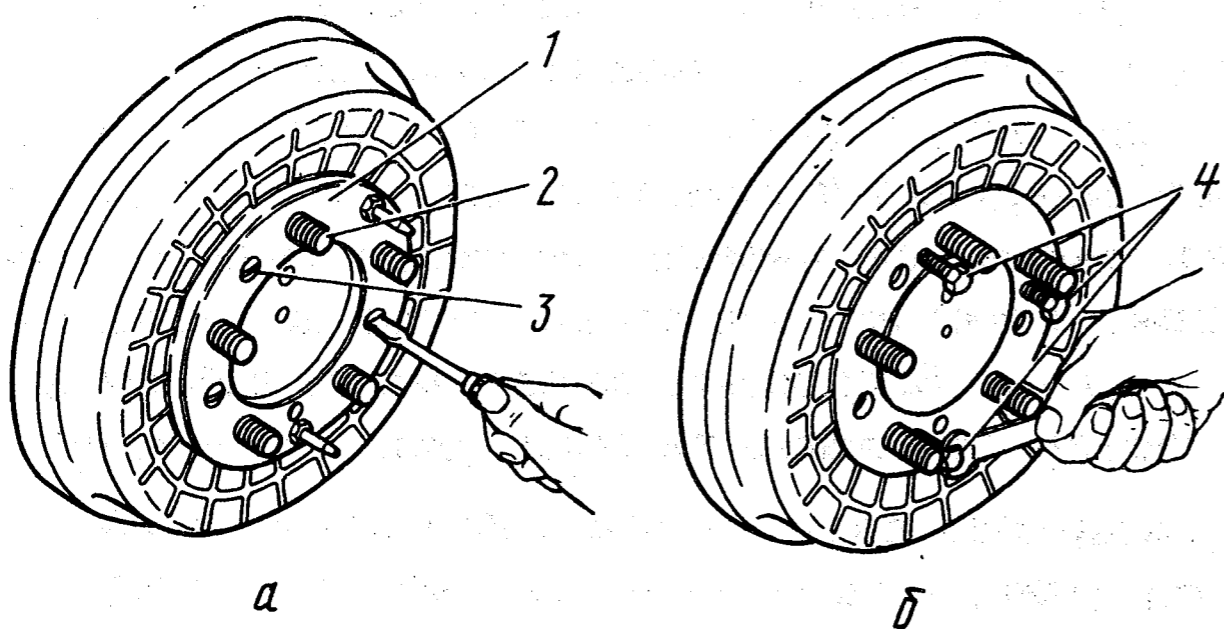

Рис. 187. Снятие тормозного барабана с полуоси:
6. Выверните три винта 3 (рис. 187) и снимите проставку и барабан с фланца полуоси. Если барабан сидит туго, то вверните в резьбовые отверстия три болта М8 и, поочередно вращая их, снимите барабан. При значительном износе барабана, когда на рабочей поверхности его образовался буртик, для облегчения снятия следует повернуть опорные пальцы колодок в сторону, обратную стрелкам, указанным на рис. 180. Следует помнить, что если с автомобиля снять хотя бы один барабан, то не следует нажимать на педаль тормоза. Иначе поршни колесных цилиндров выпадут и тормозная жидкость вытечет из системы.